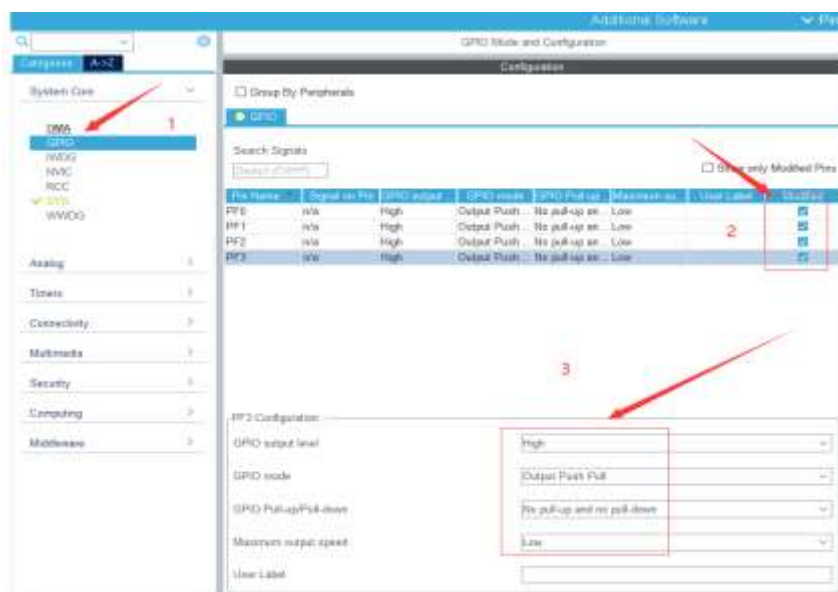

图 5.2.3 引脚配置
- 14) 指示灯引脚配置完成后，还需要配置端口的工作模式。如图 5.2.3 所示，选中 GPIO 弹出上一步选中的 4 个引脚，选中每一个引脚，然后再下方配置其初始化的状态，如图 5.2.3。